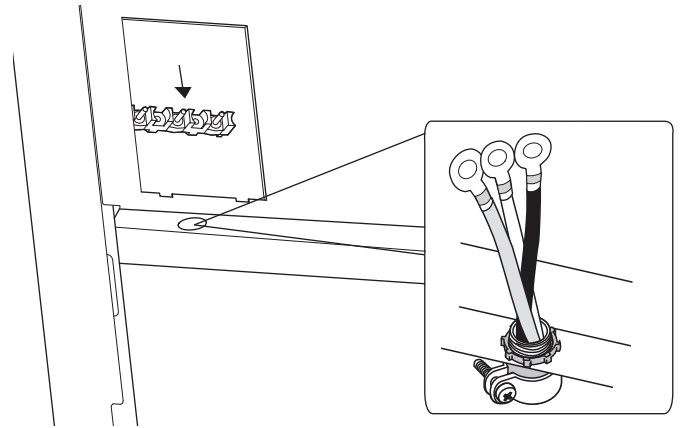

Figura 11: Ubicación del prensacables
1. Localice la caja de conexiones en la parte trasera del aparato y quite la cubierta (consulte la *Figura 11*).
2. Instale el prensacables (no incluido con la estufa) en el orificio de 1 pulg. (6 mm) de diámetro situado en el panel trasero, debajo de la caja de conexiones (vea la *Figura 11*). Pase los cables por el prensacables.